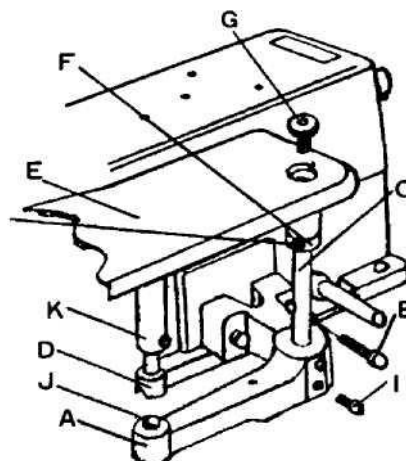

Рис. 3
#### (4) Регулировка компонентов рабочей платформы (рис. 3)